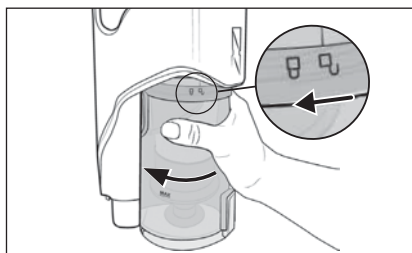

Fig. 19
- 2) Para desmontar el depósito de polvo **7** del aparato, gírelo hacia el símbolo  (abrir) hasta que pueda retirarse del aparato (consulte la fig. 19).